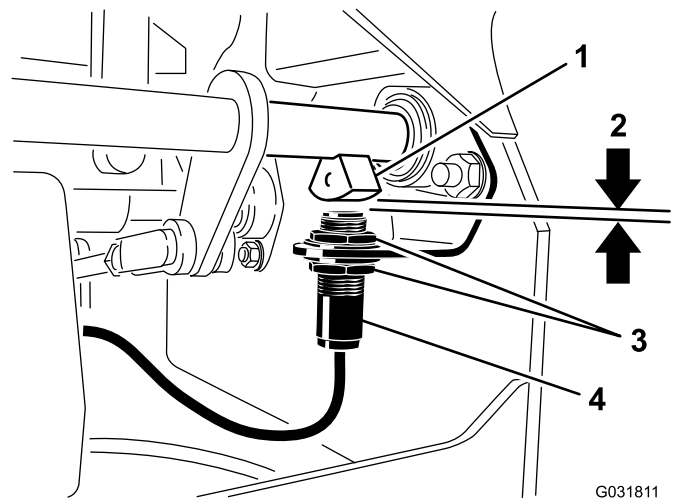

Figure 37
4. Montez ou descendez le contacteur sur le support jusqu'à ce que le capteur d'arbre de frein et le plongeur du contacteur soient distants de 4 mm (5/32 po), comme montré à la (Figure 37).